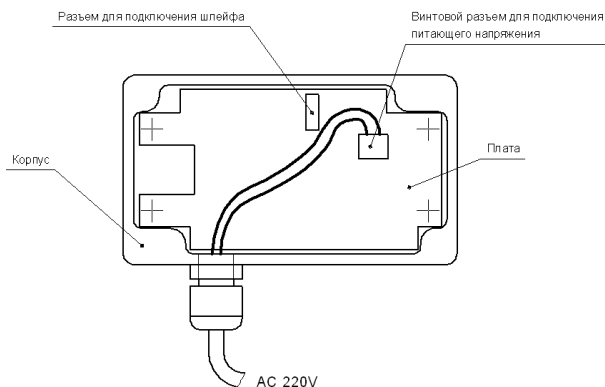

Рисунок 4 – Схема подключения питающего напряжения к измерительному прибору WR-1-16
6.1.4 Пропустить питающий кабель через гермоввод, проложить, как показано на рис.4 и подсоединить к винтовому клеммному разъему.